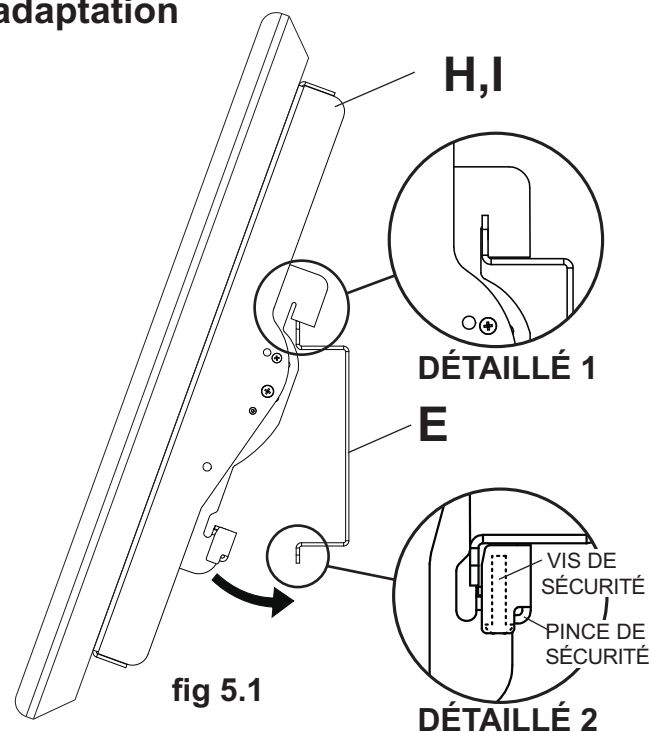

fig 5.1
**5 Montage de l'écran :** Accrochez les supports inclinables (H,I) à la plaque d'adaptation (E) et faites pivoter l'écran vers l'intérieur comme illustré à la fig. 5.1. **REMARQUE :** Si la pince de sécurité est en contact avec le bas de la plaque d'adaptation, desserrez la vis de sécurité à l'aide d'une clé hexagonale (J). Les crochets des supports inclinables doivent être complètement engagés dans la plaque d'adaptation comme illustré dans le dessin de détail 1. Serrez les vis de sécurité à l'aide d'une clé hexagonale (J) jusqu'à ce que la pince de sécurité soit fermement appuyée contre le bas de la plaque d'adaptation.